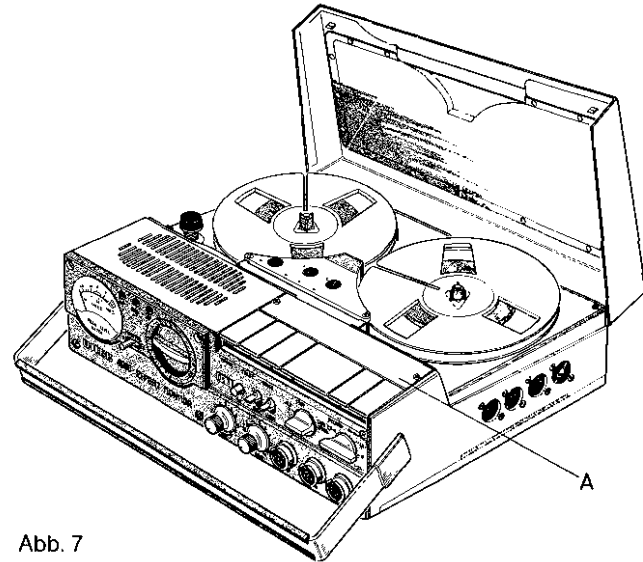
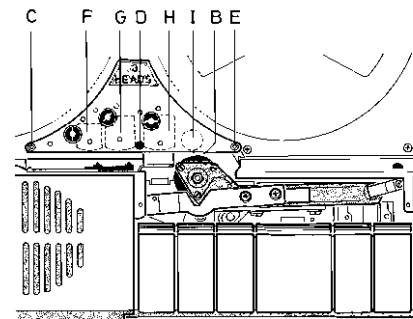

Abb. 7
Abb. 8
Zur Reinigung entfernen Sie bitte die Abdeckplatte (A) unmittelbar hinter den Drucktasten (siehe Abbildung 7). Andruckrolle (B), Bandführungen (C, D, E) und Tonköpfe F, G, H) werden dann leicht zugänglich und können mit dem im UHER Spezial-Reinigungssatz Z 172 enthaltenen Mitteln gereinigt werden. Auch die Tonwelle (I) ist von möglicherweise anhaftenden Staub- oder Schichtteilchen zu reinigen (siehe Abb. 8).